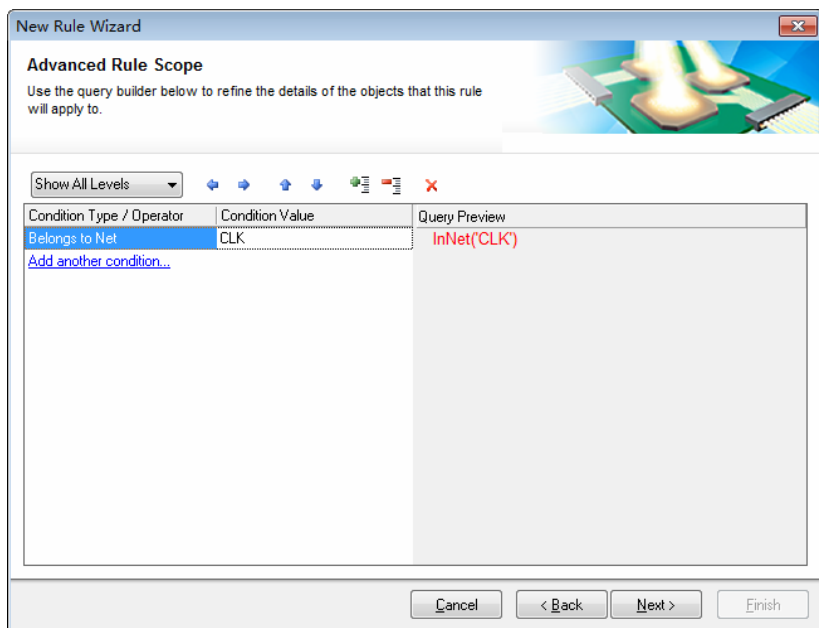

图 12-58 高级作用范围设置
(5) 单击 Next 按钮, 进入高级设计规则作用范围界面, 如图 12-58 所示, 选中第一个 Belongs to Net 条件, Condition Value 栏位选择 CLK, 界面右侧的预览区域会显示定义的查询语句。